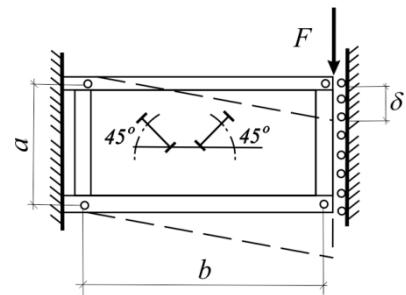

Рис. 2.15
2.15. Лист материала размерами  $a \times b$ , обрамленный жесткими звеньями, испытывает деформацию чистого сдвига. Замерены линейные деформации  $\pm \varepsilon$  по направлению главных напряжений. Найти перемещение точки приложения силы  $F$  (рис.2.15).